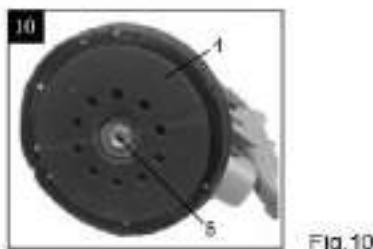

Fig.10
1. Remoção da placa de lixa. (Fig.10) Segurar a placa de lixa (4). Desapertar o parafuso (5) com uma chave Allen (17) e rodar no sentido contrário ao dos ponteiros do relógio. Retirar a placa lixadora (4).
2. Montagem da placa de lixa (Fig.10)